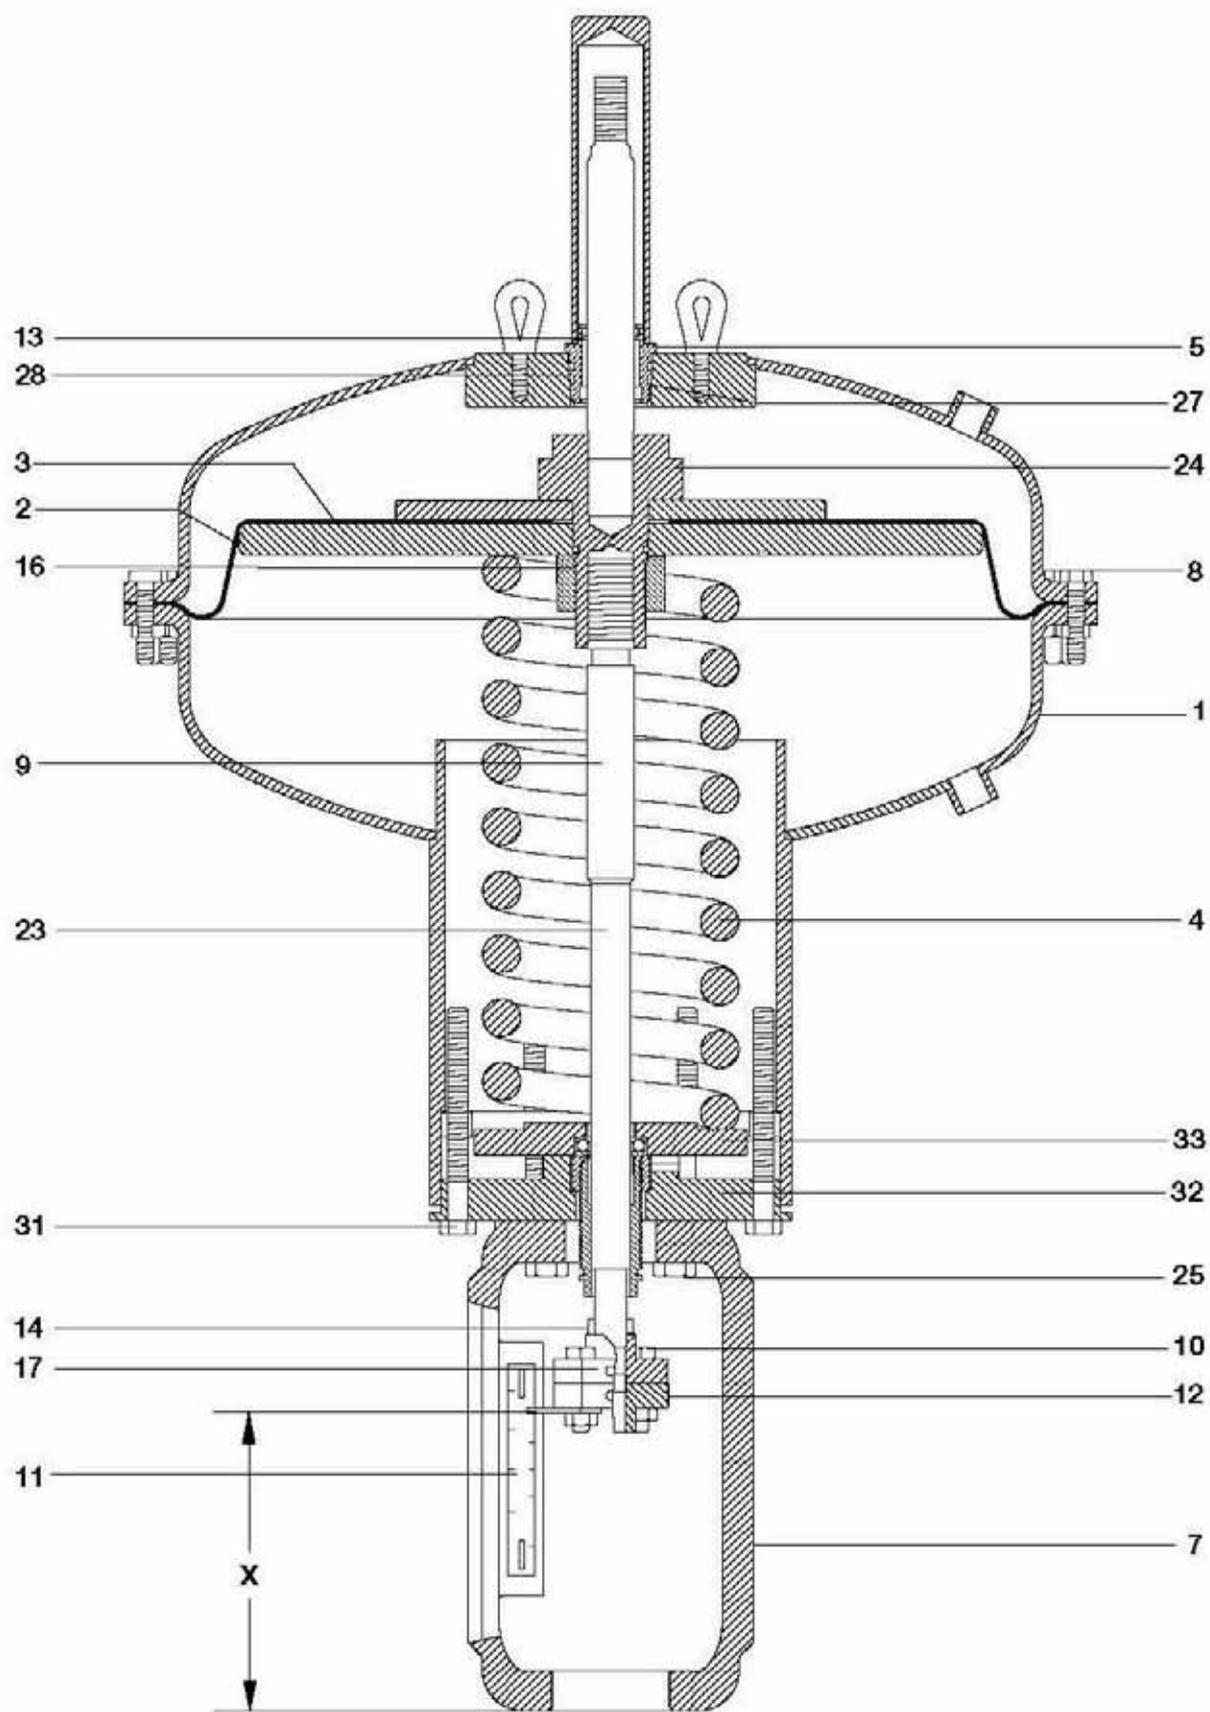

Fig. 12 Série PN2700
5.6 Séries PN2700 (Voir Fig. 12) :